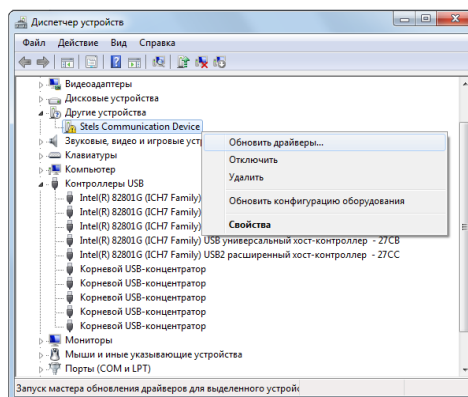

Рис. 5.5. Окно *Диспетчер устройств*
3. Откройте окно *Диспетчер устройств* (меню *Пуск* → *Панель управления* → *Диспетчер устройств*). В дереве устройств щелкните правой кнопкой мыши по строке *Stels Communication Device* и в появившемся меню выберите *Обновить драйверы* (рис. 5.5).